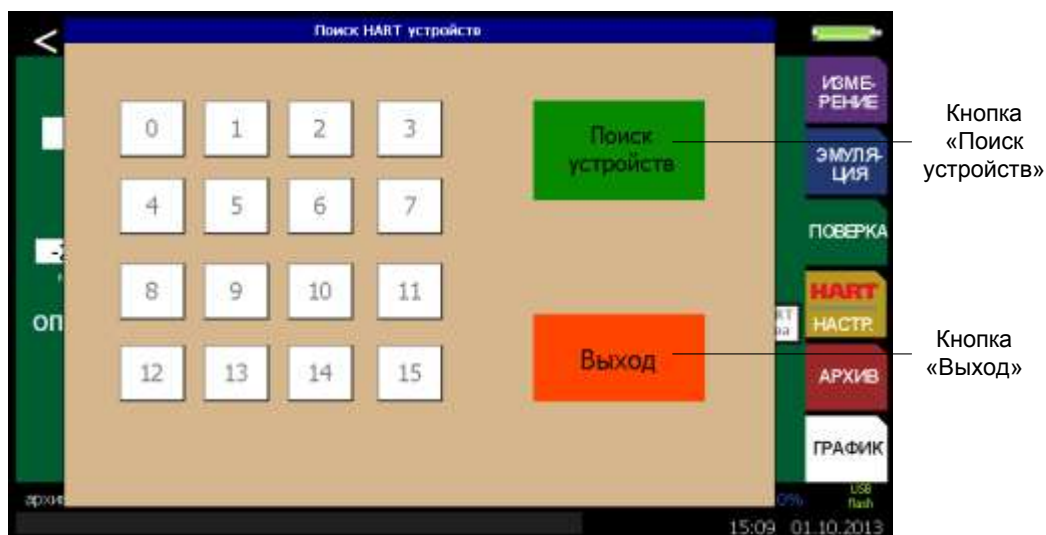

Рисунок 2.45
- в появившемся окне **«Поиск HART устройств»** (см. рисунок 2.45) выбрать нужный. (процедура поиска подключенных приборов по HART-протоколу описана в п. 2.6.4.10).